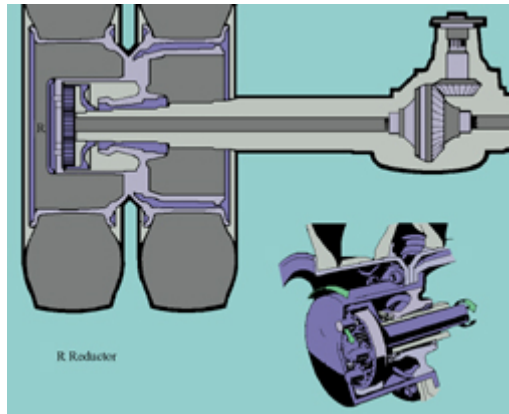

Fig. 58
- **Puente trasero de doble reducción (fig. 58)**